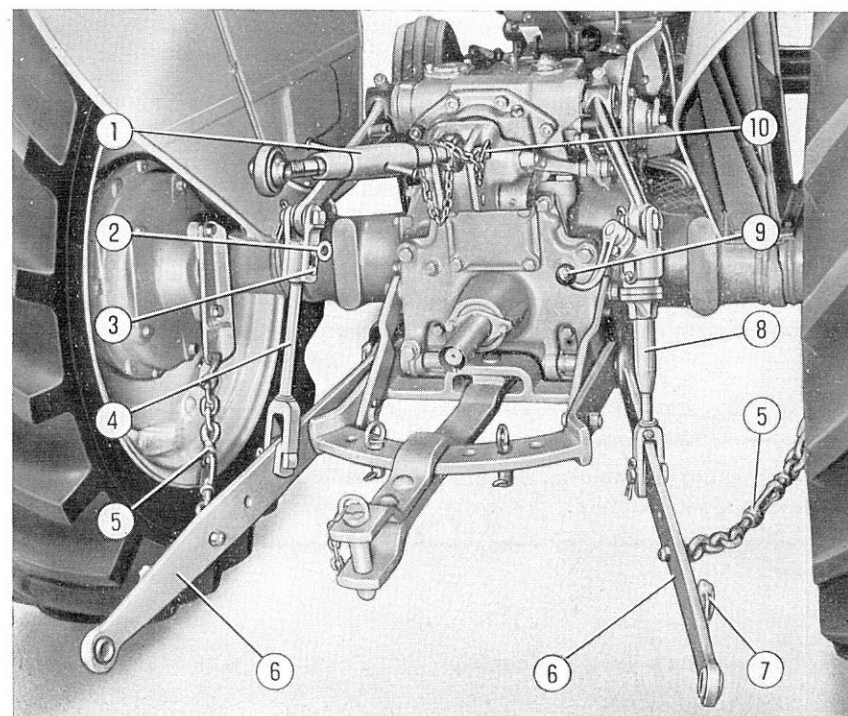

FIG. 16. — Système d'attelage 3 points
C) RÉGLAGE DU SYSTÈME D'ATTELAGE (fig. 16)